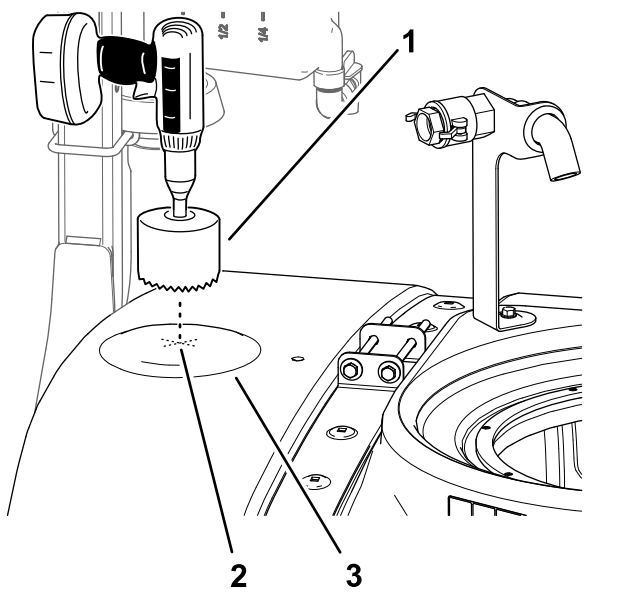

図 26
2. 図 26 に示されているタンク前部の位置を探し出す。
3. 9 cm の円形ノコを使ってマークのところに穴を切る 図 26。